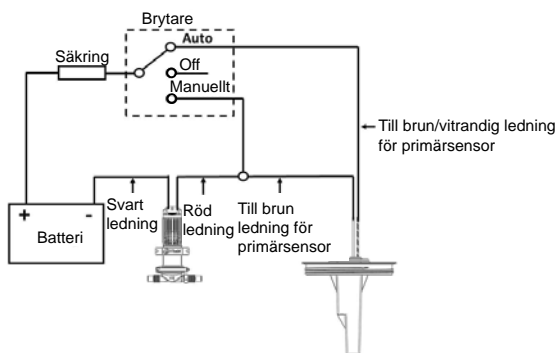
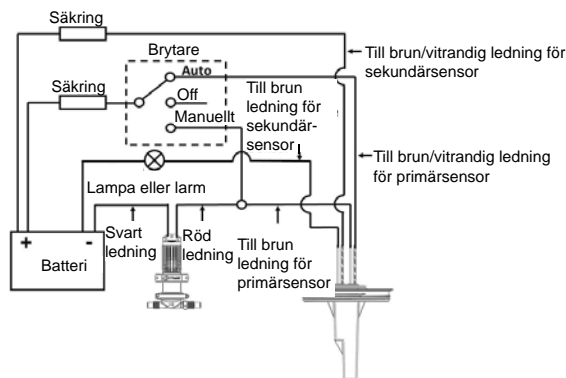

Fig. 8A Kabeldiagram – för enkelsensormodeller
Fig. 8B Kabeldiagram – för dubbelsensormodeller
- Fig. 8A & B Kabeldiagram
- **WARNING:** installationen **får** utföras endast av behörig elektriker. Felaktig kabeldragnings kan orsaka brand med personskada eller dödsfall till följd. Den föreslagna kabeldragningsinformationen lämnas endast som en orientering (fig. 8A och fig. 8B) och kabeldragningsen **måste** överensstämma med tillämpliga elstandarder. Säkringar eller strömbrytare av lämplig dimension **måste** installeras.
Step 4: Kabeldragning: se fig. 8A eller fig. 8B.
Felaktig kabeldragning	Kontrollera kablaget, fig. 8A / 8B